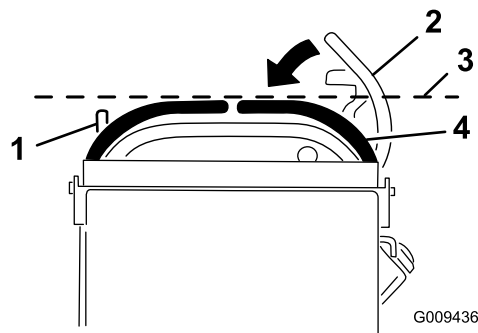

Figure 75
3. Abaissez les leviers de commande de déplacement pour quitter la position de **VERROUILLAGE AU POINT MORT** (Figure 75).
4. Vérifiez que le levier de commande de déplacement droit s'aligne horizontalement sur le levier de commande de déplacement gauche (Figure 75).